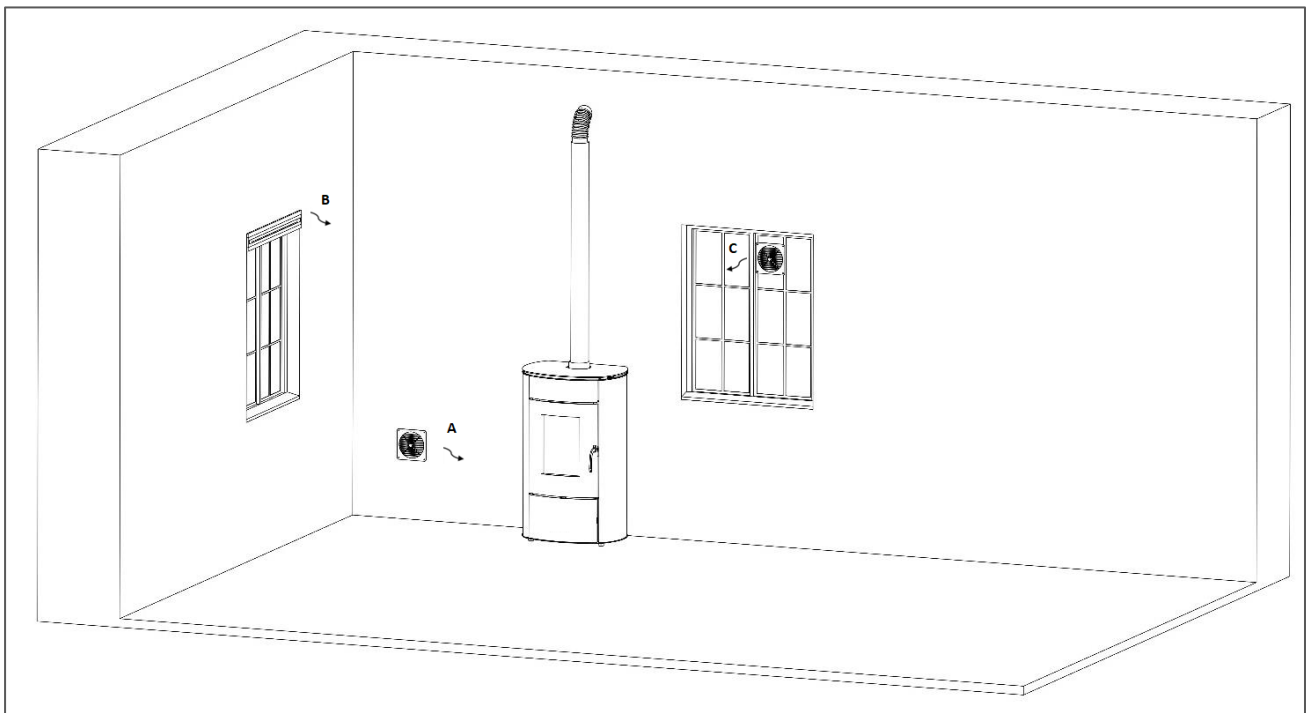

Figura 2
2. Para los casos anteriores la habitación donde se instale la estufa debe estar ventilada continuamente. **Vea figura 2 (B y C).**
3. Se aconseja que la abertura para el aire comburente para la estufa esté ubicada en la parte inferior de la habitación junto a la estufa. **Vea figura 2 (A)**